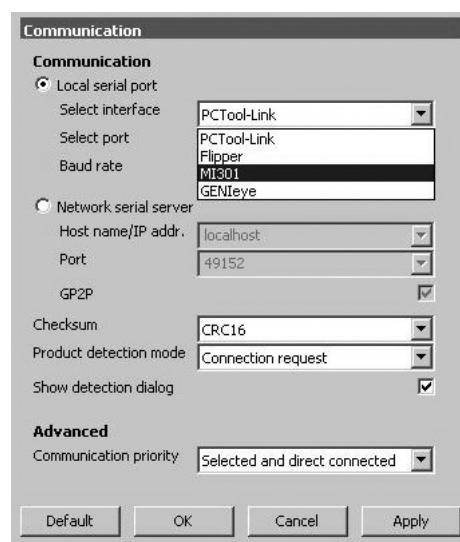

Рис. 33 Выбор интерфейса
6. Откройте раскрывающийся список "Select interface" (выбрать интерфейс) и выберите "MI 301". См. рис. 33.
7. Откройте раскрывающийся список "Select port" (выбрать порт) и выберите порт "PC Tool link". См. рис. 33. Нажмите [Apply] (применить).